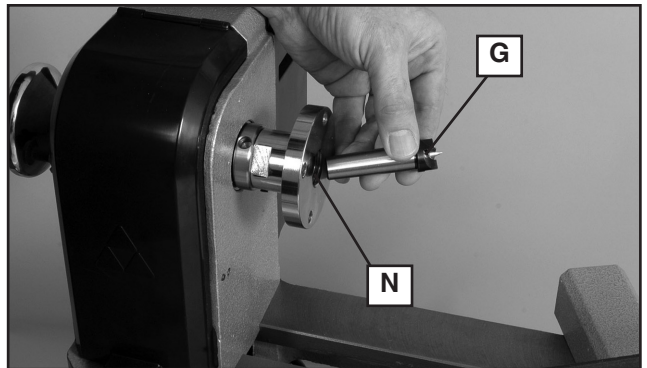

Fig. 6
Utiliser un maillet-caoutchouc pour enfoncer la pointe à griffe dans la pièce. Puis, l'insérer (G), fig. 6, à fond dans l'alésage de l'arbre (N) de la poupée fixe.